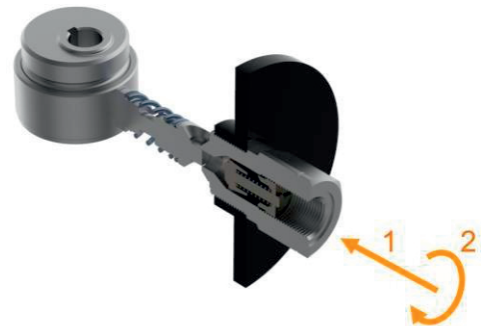

Рис. 15.2 Установка и демонтаж насосного элемента
1. Установите насосный элемент вертикально в отверстие корпуса насоса (рис. 15.2).
2. Закрепите элемент насоса по часовой стрелке с помощью динамометрического ключа, предустановленное значение динамометрического ключа не должно быть меньше 43 Н/м (рис. 15.2).